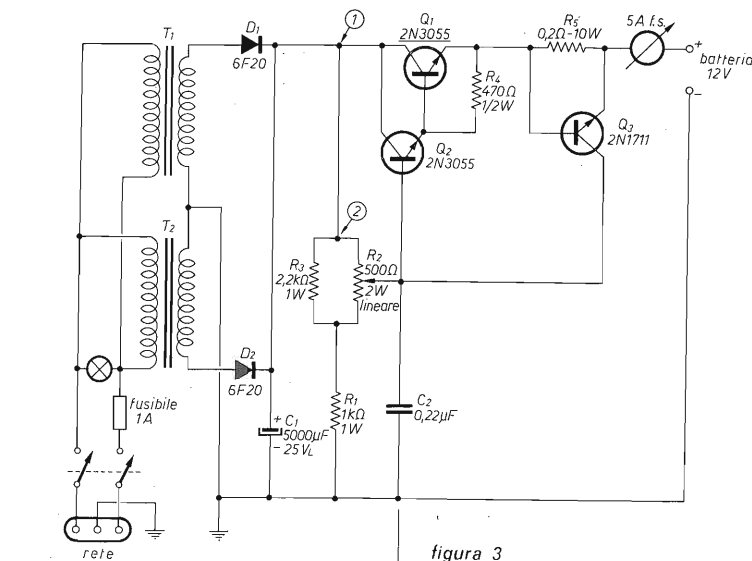

figura 3
A titolo puramente informativo in figura 3 è riportato lo schema di un circuito semplificato di un secondo
A causa della mancanza dello stadio comparatore ( $Q_1$  di figura 2) la corrente di ricarica della batteria, regolata da  $R_2$ , continua a fluire verso la batteria stessa anche a carica completa. La semplicità del circuito di figura 3, che permette la possibilità di regolazione della corrente e la possibilità di protezione in caso di cortocircuito accidentale, è comunque tale da renderne interessante una sua eventuale applicazione. Per quanto riguarda la regolazione della corrente va sottolineato che nello schema di figura 2 tale regolazione viene fatta a tensione costante di uscita variando semplicemente il livel-
lo della massima corrente di uscita mentre nello schema di figura 3 tale regolazione viene fatta variando la tensione di uscita stessa mantenendo costante la massima corrente di uscita (4 A). Sia per lo schema di figura 2 che per quello di figura 3 è stata impiegata la stessa alimentazione e lo stesso stadio di potenza con regolazione in serie ( $Q_3$  e  $Q_4$  di figura 2 e  $Q_1$  e  $Q_2$  di figura 3 rispettivamente). Come già precedentemente indicato, entrambi i suindicati schemi possono essere utilizzati per la ricarica delle batterie al piombo da 6 V effettuando le seguenti varianti:
- 2) Schema di figura 3: portare  $R_1$  a  $330 \Omega$ , eliminare  $R_3$  e inserire tra i punti 1 e 2 una resistenza da  $680 \Omega$  con tolleranza 5% e massima dissipazione di 1 W.